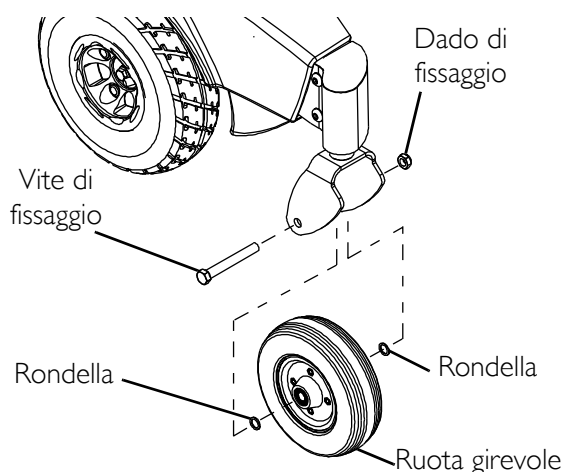

FIGURA 9.3 Sostituzione delle ruote girevoli anteriori/posteriori
NOTA: Per questa procedura, vedere la FIGURA 9.3.
3. Fissare una nuova ruota alla forcella, utilizzando la vite di montaggio, le due rondelle e il dado di fissaggio (FIGURA 9.3). Avvitare saldamente.